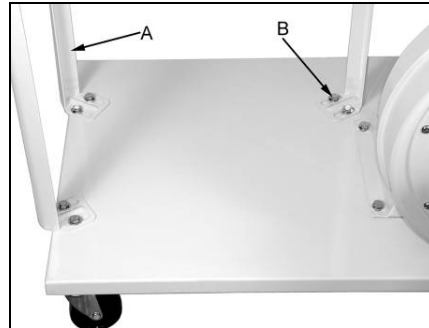

Fig 4
Befestigen Sie die 3 Vertikalstreben (A, Fig 4) mit 6 Sechskantschrauben (B) und Scheiben auf der Bodenplatte.